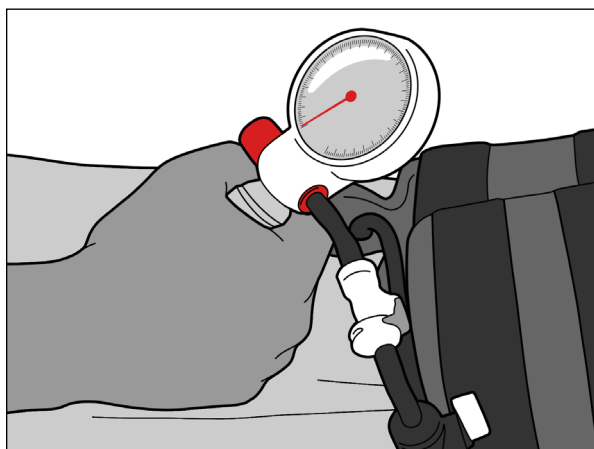

Fig. 19
6. Fyll blåsan till önskat tryck genom att trycka upprepade gånger på blåsan (Fig. 19).